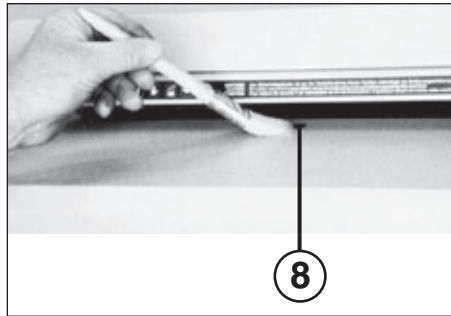

Fig. 4
- 8 = Fotocellula (Funzionamento avanti) (fig. 4)**
PULIZIA DELLE FOTOCELLULE (8) (fig. 4):